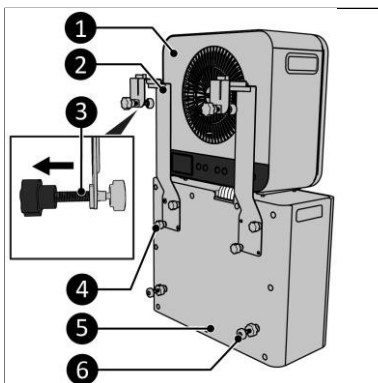

Figura 7
2. Posizionare l'unità interna (Figura 7, pos. 1) sopra l'unità esterna (Figura 7, pos. 5).
3. Rimuovere le quattro viti (Figura 7, pos. 4).
4. Fissare entrambe le staffe inferiori del caravan (Figura 7, pos. 2) all'unità esterna stringendo due viti per ogni staffa (Figura 7, pos. 4).
5. Assicurarsi di stringere le viti di regolazione (Figura 7, pos. 3) il più lontano possibile.
6. Fissare i distanziali (Figura 7, pos. 6) all'unità esterna (Figura 7, pos. 5).
14. Assicurarsi che l'unità esterna sia in piano regolando le viti distanziatrici (Figura 7, pos. 6).